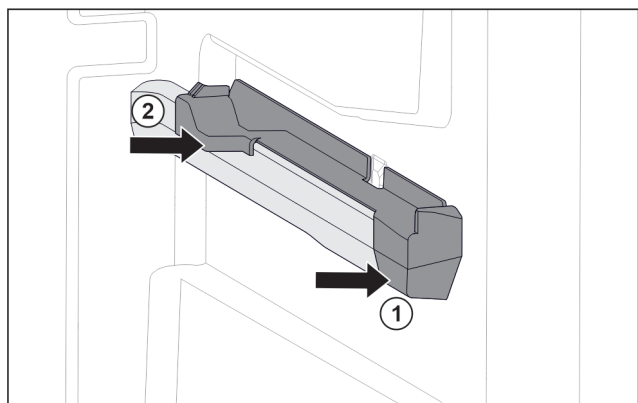

Fig. 85 Piesă de fixare pe nervura din dreapta a recipientului
- ▶ Așezați piesa de fixare în față pe nervura recipientului. Fig. 85 (1)
- ▶ Apăsați piesa de fixare spre spate. Fig. 85 (2)